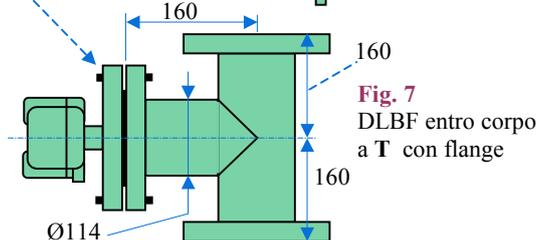

Fig. 7
- chiuso in un corpo cilindrico a forma di **T**, con i 3 rami flangiati (ANSI 150, 300 psi, $\varnothing 3''\div 4''$) : Fig. 7;